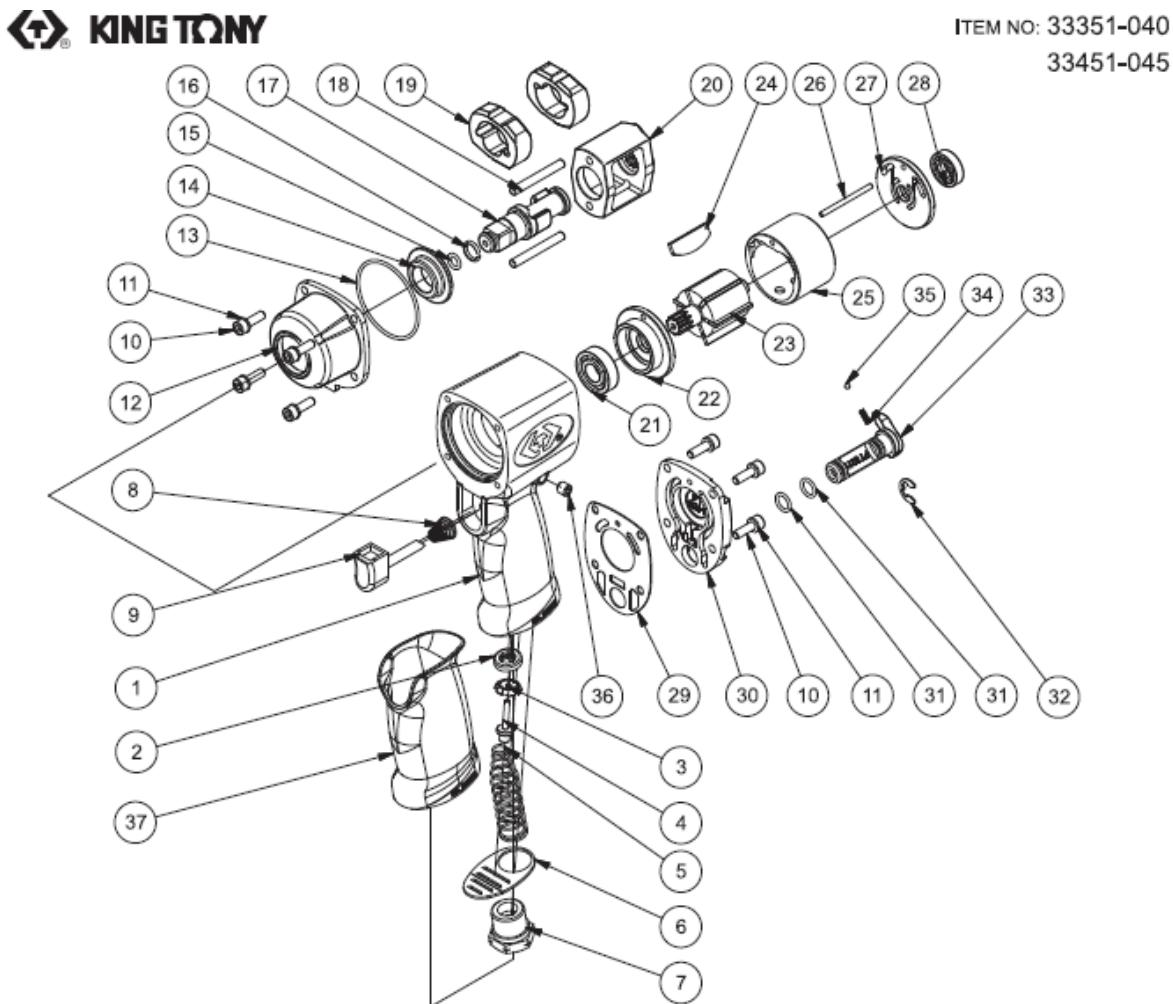

Рис. 1
- Управление гайковёртом осуществляется с использованием пускового курка (Рис.1,п. 9), который находится под указательным пальцем. При нажатии на курок сжатый воздух поступает в рабочую полость двигателя и вращает ротор. Следует учесть, что после того как Вы отпустите курок вращение механизма будет осуществляться ещё несколько секунд. В целях безопасности, кладите гайковёрт после того как он полностью остановился.
- Регулировка усилия осуществляется вращением переключателя реверса (Рис.1, п.33). Режимы «закручивание» (F) и «откручивание» (R) устанавливаются им же.